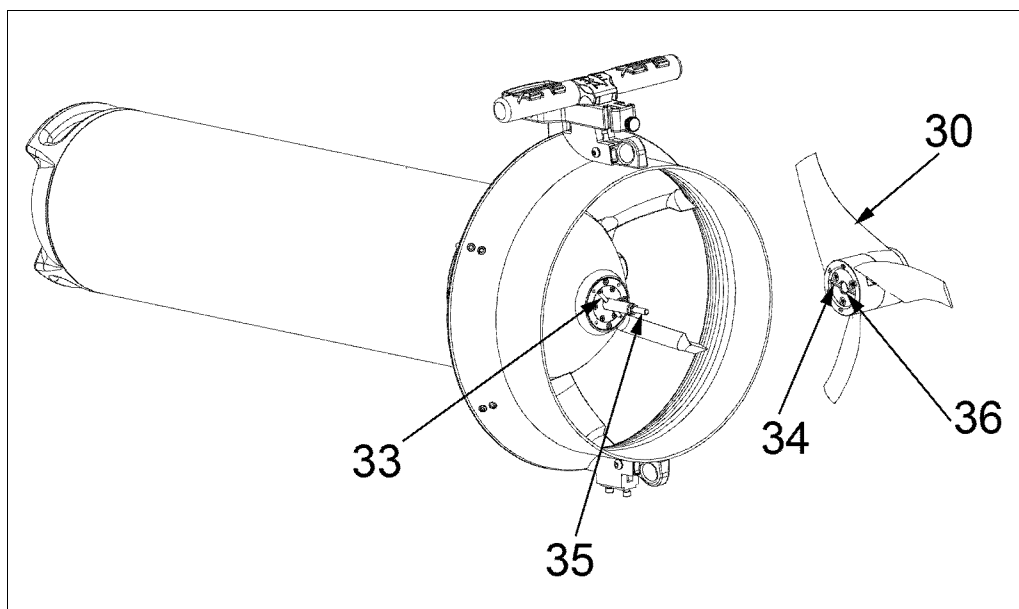

Fig 36 - Inserimento dell'elica
Infilare l'elica (il foro 36 - **Fig 36 - a pag. 47**) nell'albero motore dello Scooter (35), girare l'elica (in senso **ORARIO**) fino a quando la spina (33) si trova a combaciare con la sede (34) dell'elica. Quando si sentirà uno scatto l'elica smetterà di girare.